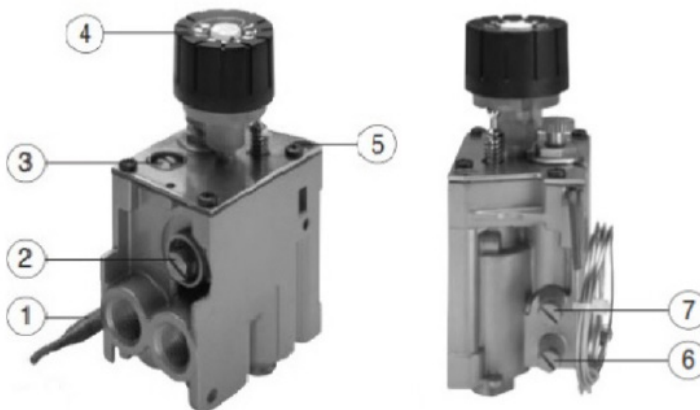
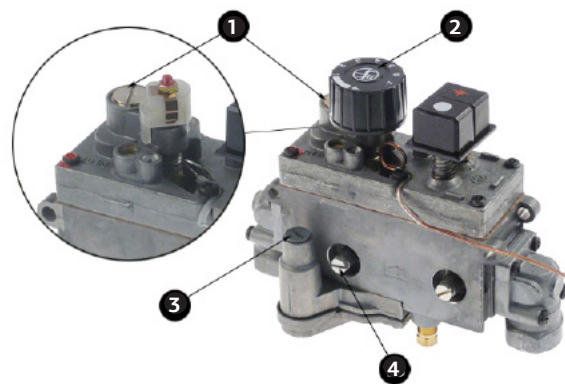

Рисунок 12. Элементы регулировки газового клапана 630 EUROSIT и TGV-307.
Рисунок 13. Элементы регулировки газового клапана 710 MINISIT и TGV-310
- Снять кожух с газового клапана 630 EUROSIT или TGV-307 (рис. 12) или удалить заглушку на кожухе в зоне ручки регулятора температуры с газового клапана 710 MiniSIT или TGV-310 (рис. 13).
- Подключить прибор для измерения давления с диапазоном 0...50 мбар (0...5000 Па) к штуцеру выходного давления (7) на газовом блоке 630 EUROSIT и TGV-307, к штуцеру (4) на газовом блоке 710 MINISIT и TGV-310.
- Перевести ручку управления (4) в положение «7»
- Контролировать давление газа на выходе, которое должно быть в диапазоне 9 -10 мбар (900- 1000 Па). При необходимости произвести корректировку. При повороте винта настройки (2) на 630 EUROSIT и TGV-307 или винта под заглушкой (3) на 710 MiniSIT и TGV-310 по часовой стрелке, давление газа увеличивается.